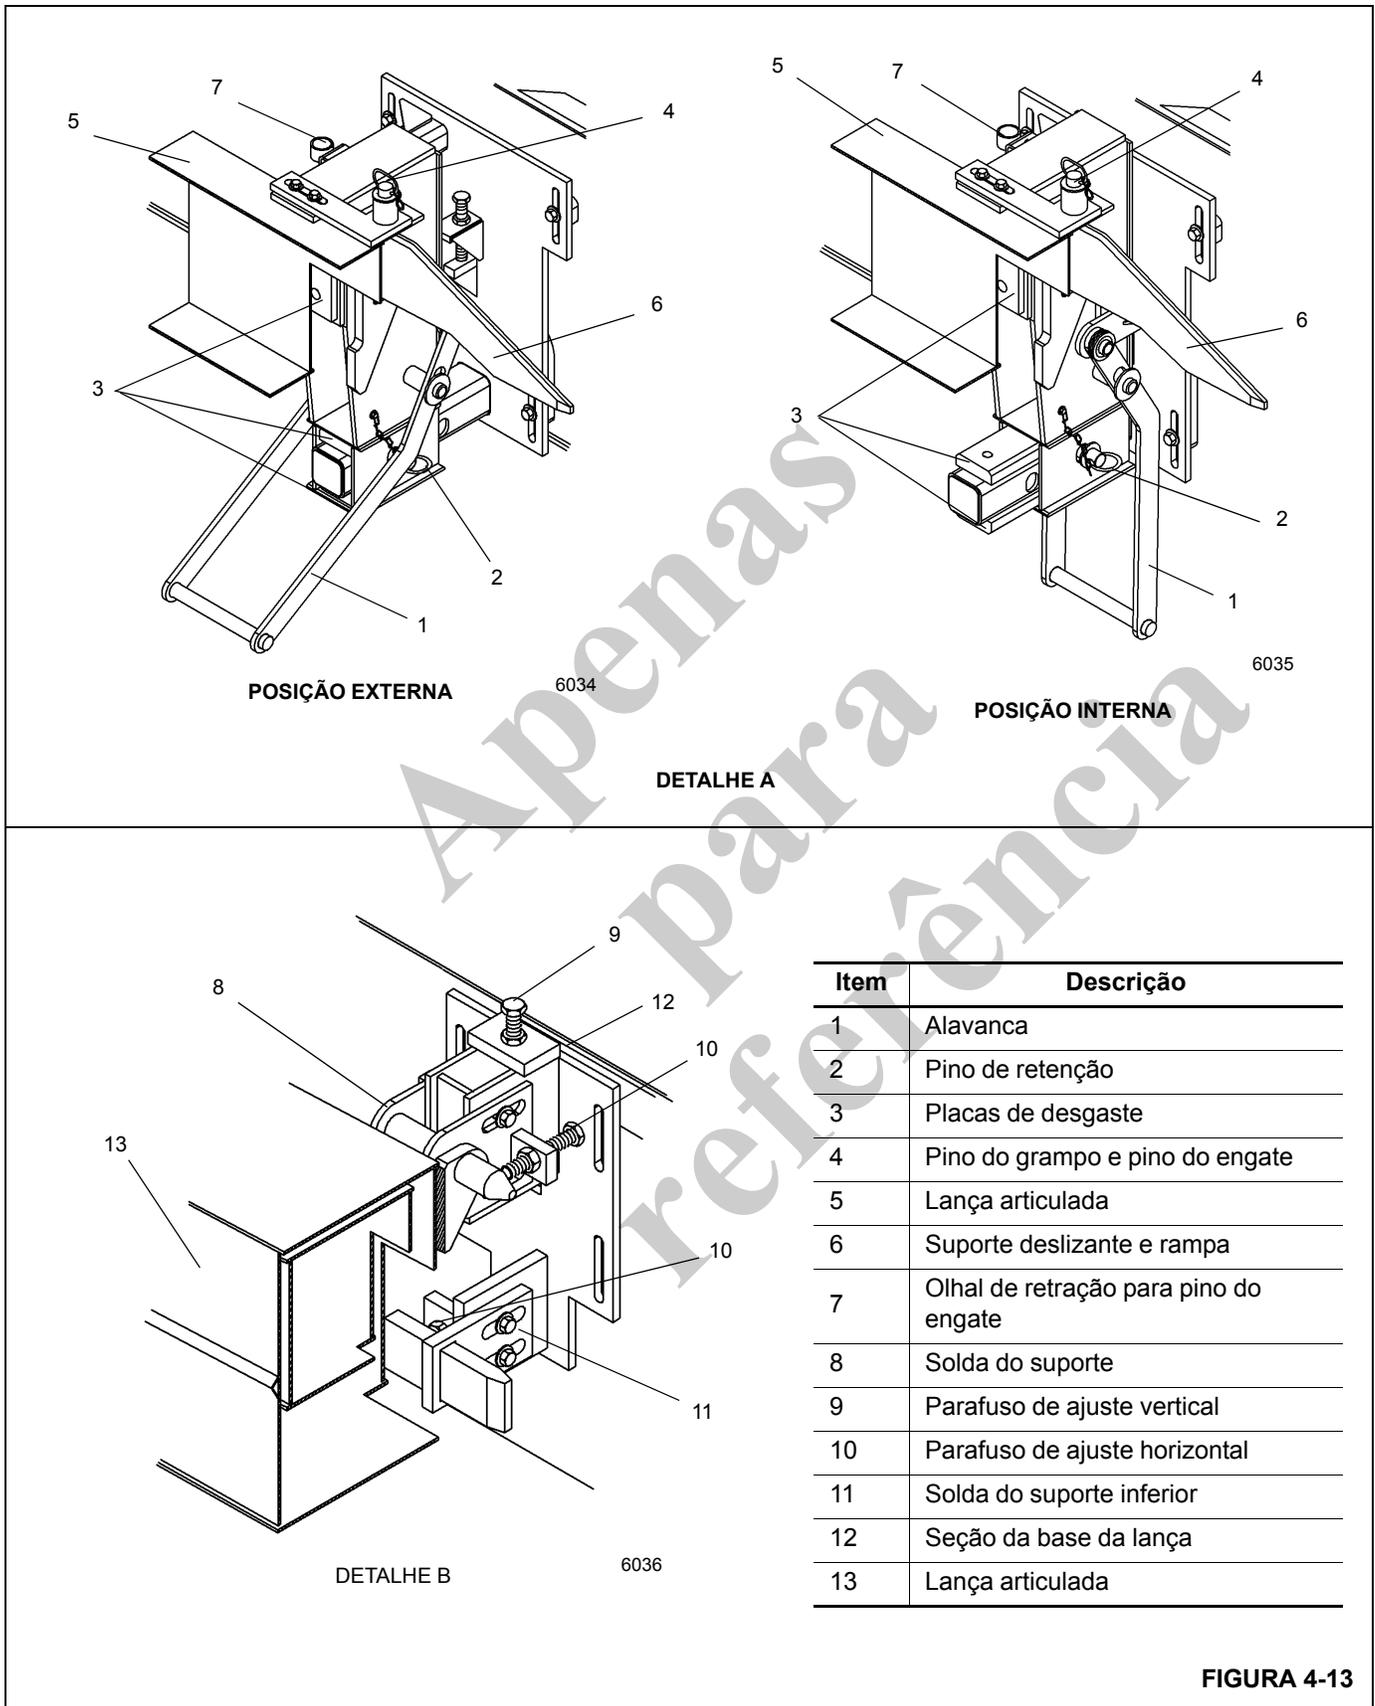

FIGURA 4-13
5. Remova o pino de retenção do pino do engate que fixa a extensão da lança no suporte de retração traseiro (Figura 4-13) (Detalhe A). Remova o pino do engate, destravando a extensão da lança.
7. Levante a lança na horizontal e estenda-a por aproximadamente 51 a 64 cm (20 a 25 pol.). Certifique-se de que os olhais de retração da extensão da lança estejam afastados dos pinos de guia e se encaixem nos suportes de retração dianteiro (Figura 4-13) (Detalhe B) e traseiro (Figura 4-13) (Detalhe A).
9. Assegure-se de que o pino do grampo e o pino do engate sejam removidos do suporte de retração traseiro (Figura 4-13) (Detalhe A).
15. Instale o pino do engate e o pino do grampo que fixam a extensão da lança no suporte de retração traseiro (Figura 4-13) (Detalhe A).